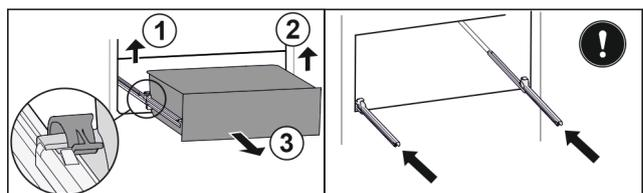

Fig. 27\*
- ▶ Linke Klemme anheben und gleichzeitig das Schubfach links nach vorne ziehen Fig. 27 (1).\*
- ▶ Rechte Klemme anheben und gleichzeitig das Schubfach rechts nach vorne ziehen Fig. 27 (2).\*
- ▶ Schubfach nach vorne entnehmen Fig. 27 (3).\*